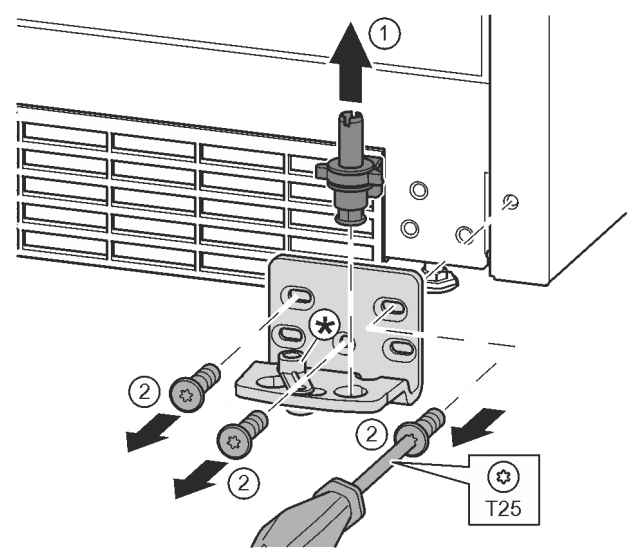

Fig. 15
- ▶ Lagerbouten compleet vanaf de bovenkant eruit trekken. *Fig. 15 (1)*
- ▶ Schroeven met schroevendraaier T25 eruit draaien en lagerbus eraf halen. *Fig. 15 (2)*